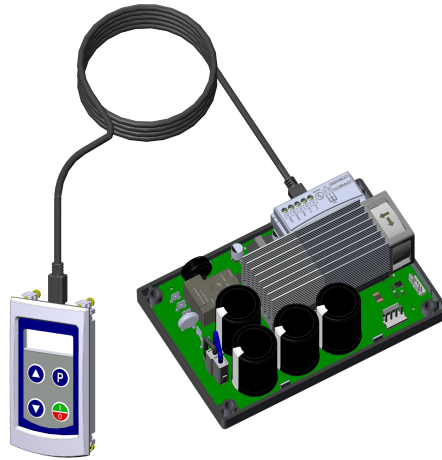

Figura 4.4: Conexão do cabo mini USB entre a HMI e o acessório CRS485
2. Conectar o cabo mini USB entre a HMI e o acessório CRS485 (ver Figura 4.4 na página 80).